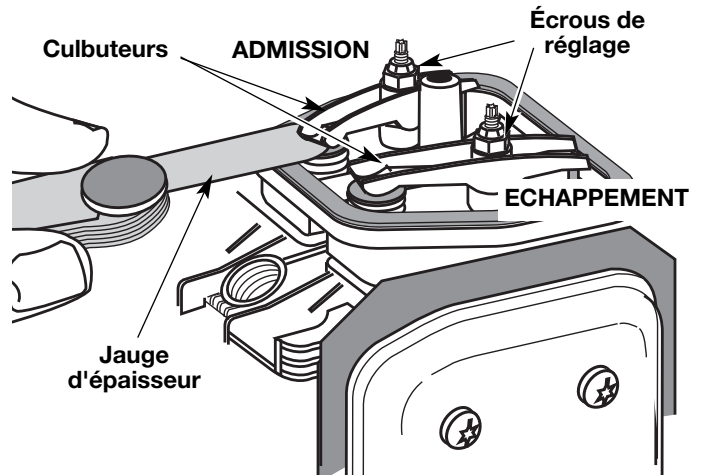

Fig. 37
9. Glissez la jauge d'épaisseur entre le culbuteur et le ressort de rappel de la soupape. Mesurez le jeu entre la tige de soupape et le culbuteur (Fig. 37). Faites-le pour les soupapes d'admission et d'échappement.
Servez-vous d'une jauge d'épaisseur d'automobile standard de 0,127 et 0,381mm (0,005 et 0,015 po). La jauge d'épaisseur devrait pouvoir glisser entre le culbuteur et la tige de soupape en rencontrant une faible résistance mais sans coller (Fig. 37 & 38).